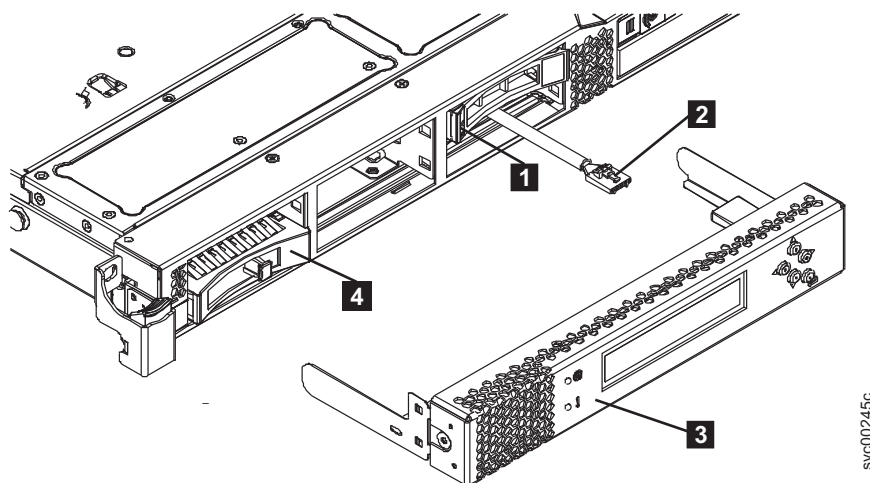

Figura 123. Local da Unidade de Inicialização (SAN Volume Controller 2145-CF8 mostrado)
7. Deslize suavemente a trava de liberação laranja (1 na Figura 123) para a esquerda para destravar a alavanca da unidade de inicialização. Para obter detalhes sobre o local da unidade de inicialização, consulte “Localizando os IDs para unidades de disco: 2145-CG8 ou 2145-CF8” na página 156.